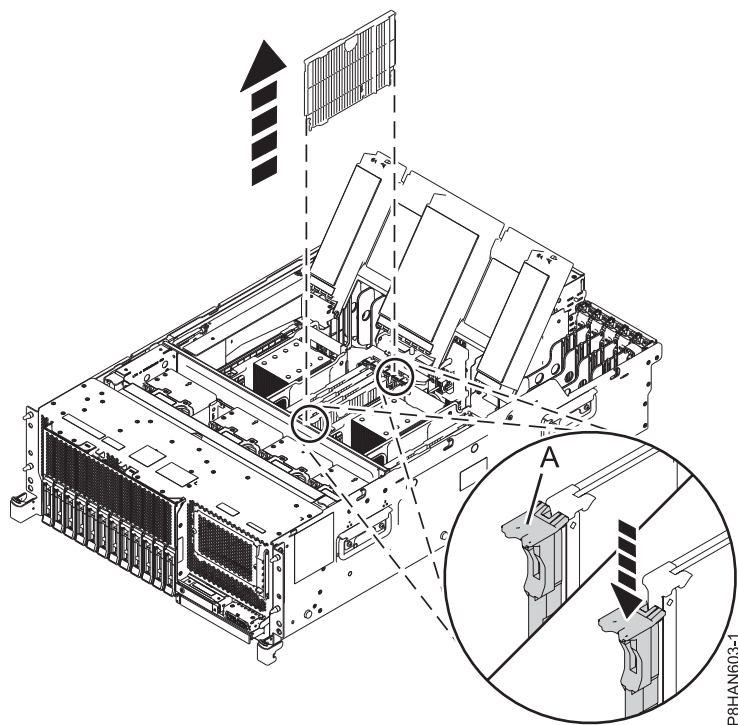

図 2. 8247-42L、8286-41A、または 8286-42A システムでのメモリー・モジュール・スロットからのメモリー・モジュール・フィラーの取り外し
- a. スロット内でメモリー・モジュール・フィラーをそのコネクタからアンロックするには、固定タブ **(A)** を、示されている方向に押し込みます。6 ページの図 2 このタブ操作で、メモリー・モジュール・フィラーがコネクタの外に押し出されます。